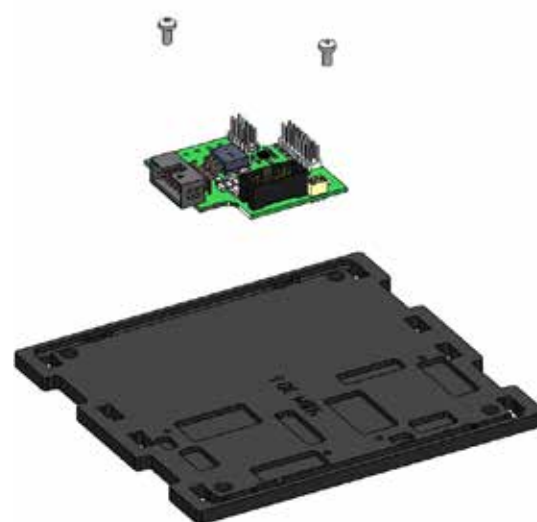

Рисунок 61. Установка платы УДМ на нижнее основание
1) На нижнее основание (обозначено: УДМ 3D ↓) установить плату УДМ, закрепив ее винтами M3x6 с цилиндрической головкой (рисунок 61):